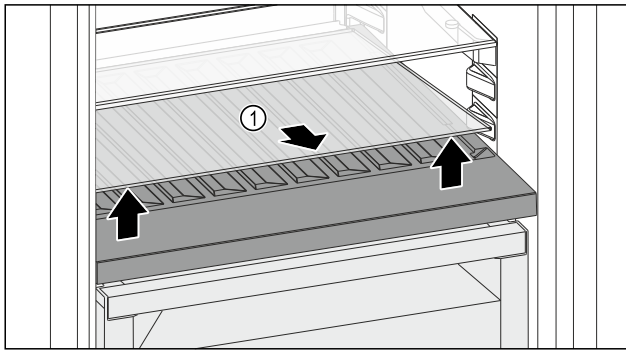

Fig. 84
- Glasplatte Fig. 84 (1) an der Aussparung vorne anheben und herausnehmen.
- Glasplatte Fig. 84 (1) außerhalb des Geräts sicher aufbewahren.